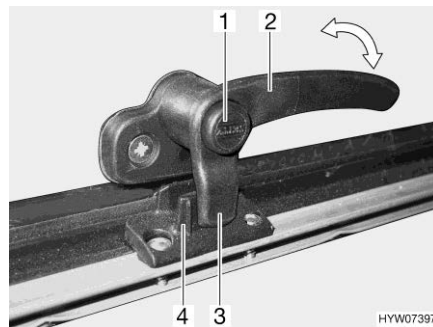
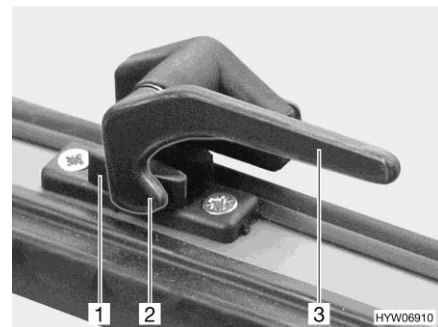

Bild 109 Verriegelungshebel mit Sicherungsknopf in Stellung "geschlossen"
Bild 110 Verriegelungshebel in Stellung "geschlossen"
- Wenn vorhanden, Sicherungsknopf (Bild 109,1) drücken und gedrückt halten.
- Den Verriegelungshebel (Bild 109,2 oder Bild 110,3) eine viertel Umdrehung zur Fenstermitte hin drehen.
- Den Verriegelungshebel (Bild 109,2 oder Bild 110,3) eine viertel Umdrehung zum Fensterrahmen hin drehen.
Die Verriegelungsnase (Bild 109,3 oder Bild 110,2) am Verriegelungshebel liegt komplett auf der Innenseite der Fensterverriegelung (Bild 109,4 oder Bild 110,1).
- in Stellung "fest verschlossen" (Bild 109 und Bild 110)